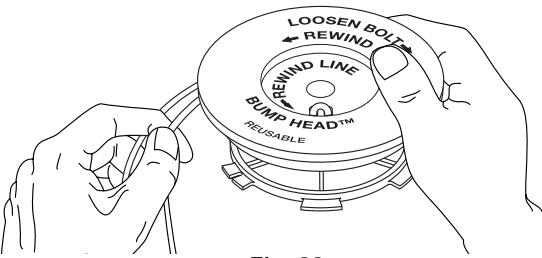

Fig. 32
- Bobine las líneas en capas parejas y ajustadas sobre el carrete (Fig. 32). Bobine la línea en la dirección indicada en el carrete interior. Coloque su dedo índice entre las dos líneas para evitar que se superpongan. No superponga los extremos de la línea. Proceda al paso 11.